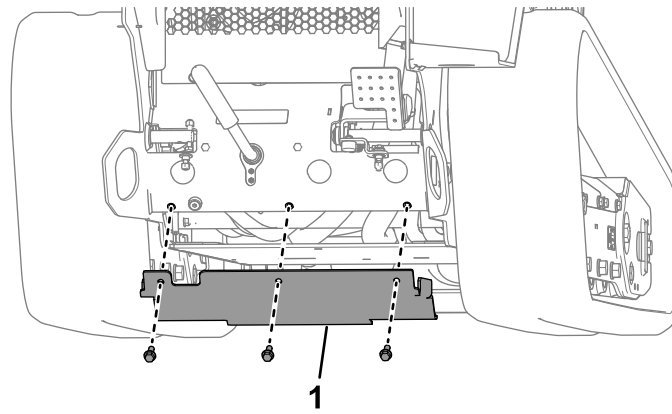

Figura 7
8. Retire la cubierta inferior de la unidad de tracción retirando los 3 pernos que la sujetan en su sitio (Figura 7).